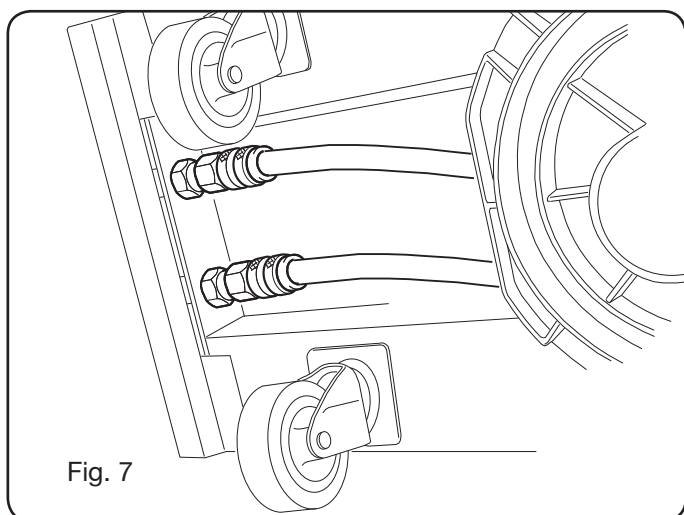

Fig. 7
- Kølevæskeslangerne skal forbindes til lynkoblingerne der findes i bunden på trådfremføringsvognen (se Fig. 7), ved samtidig at overholde farverne der vises på vognens forreste del.